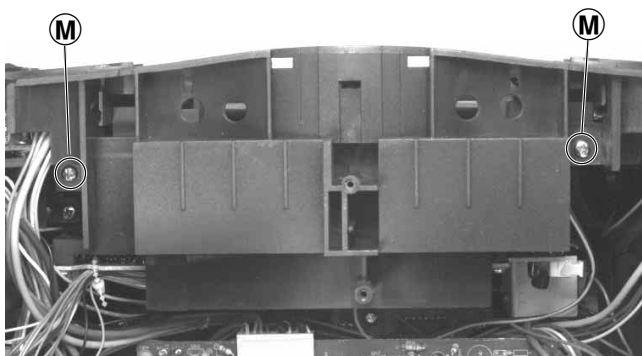

Fig. 9
- 2 Schrauben **M** (Fig. 9) herausdrehen.
- Undo 2 screws **M** (Fig. 9).